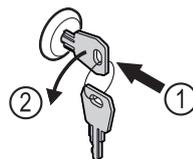

Fig. 176
- ▶ Zatlačte kľúč. Fig. 176 (1)
- ▶ Otočte kľúč o 90° v protismere hodinových ručičiek. Fig. 176 (2)